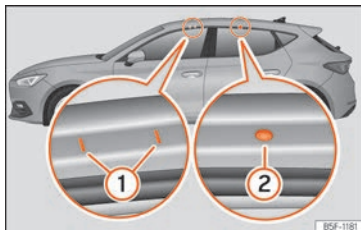

Abb. 142 Befestigungspunkte der Längsträger für den Dachgepäckträger (Leon).
Die vorderen und hinteren Befestigungspunkte ① und ② sind nur bei geöffneten Türen sichtbar » **Abb. 142**.